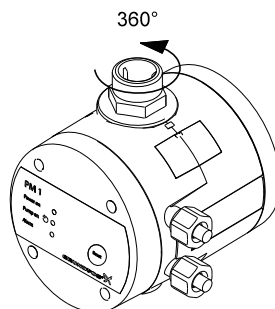

Fig. 1 Drejbar afgangstilslutning
Enhedens afgangstilslutning kan drejes 360 °. Se fig. 1.
2. Udfør den elektriske tilslutning som vist i fig. 1 eller 2, side 151, afhængig af motortype.